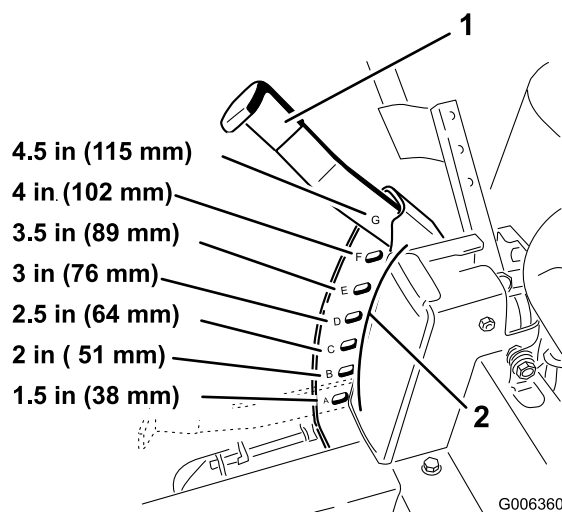

Figure 15
3. Relevez le levier de sélection de hauteur de coupe en position de transport, à la position de réglage **G** (qui correspond aussi à la hauteur de coupe de 115 mm [4,5"]) (Figure 15).